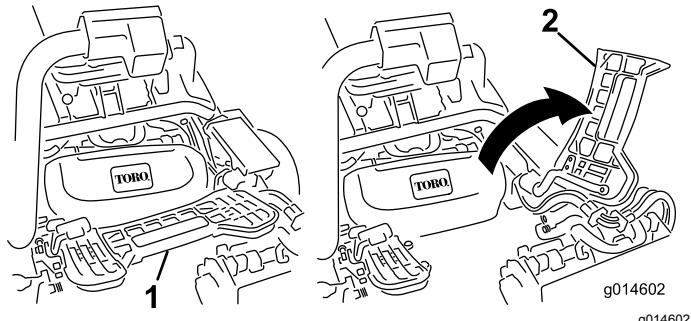

图10
3. 如果安装中间滚刀组应提起搁脚板向上翻以便接触到中间滚刀组位置 图10。